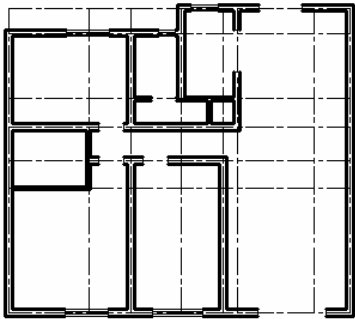

图 5-11
(8)单击【工具】下拉菜单中的【快速选择】选项，选定所有的墙线，并重新将其宽度设置为0.3毫米。如此操作之后的效果如图 5-11 所示。